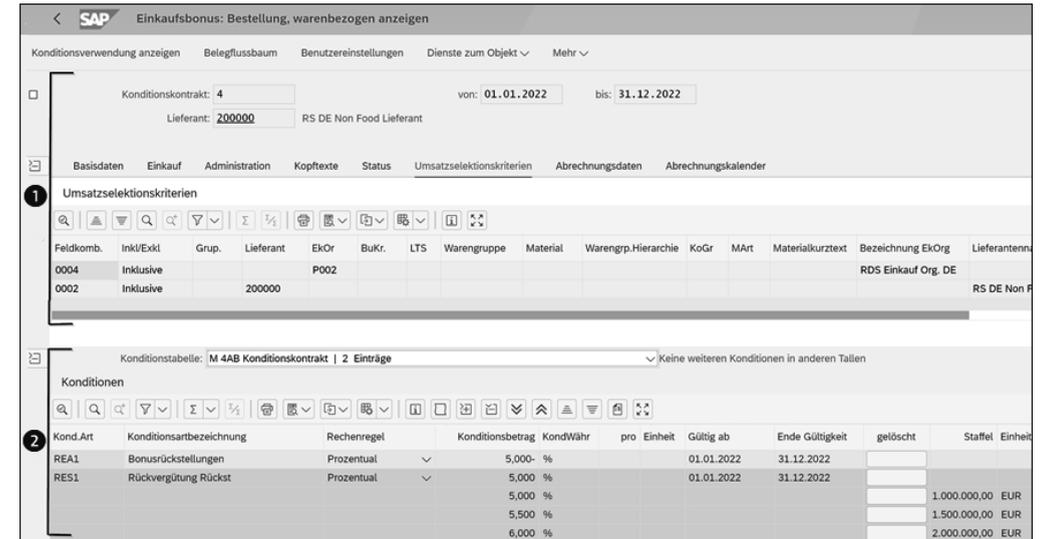

Abbildung 4.39 Konditionsvertrag mit Kopf- und Positionsdaten
In den Kopfdaten ❶ des Konditionskontrakts können allgemeine Daten, Texte, die Umsatzbasis, der Abrechnungskalender und die Abrechnungsparameter definiert werden. In den Positionsdaten ❷ können die Rückstellungs- und Abrechnungskonditionen auf verschiedenen Ebenen gepflegt werden (siehe Abbildung 4.39).